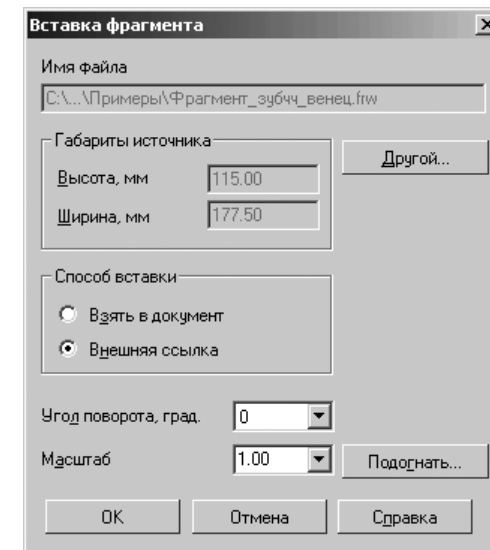

Рис. 5.99. Диалоговое окно **Вставка фрагмента**
(рис. 5.99) для выбора параметров вставки фрагмента. В нем можно задать способ вставки, угол поворота изображения и т.п.
- щелкните по кнопке **Параметры**. Появится диалоговое окно **Параметры вставки**, похожее на диалоговое окно **Вставка фрагмента** (рис. 5.99);